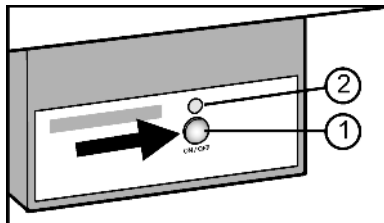

Fig. 29
- ▶ Нажмите и удерживайте кнопку On/Off Fig. 29 (1) так, чтобы светодиод Fig. 29 (2) загорелся.